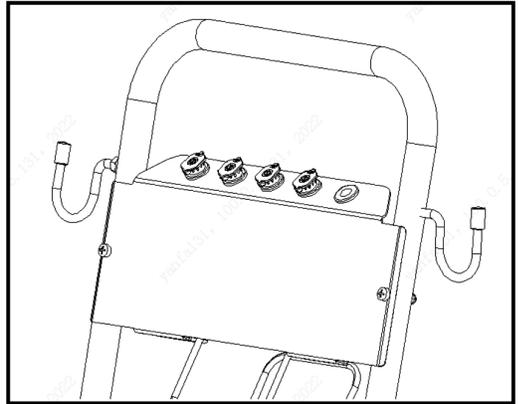

Рис. 5
3. Установите держатель пистолета и держатель шланга в/д на ручку (рис. 5).